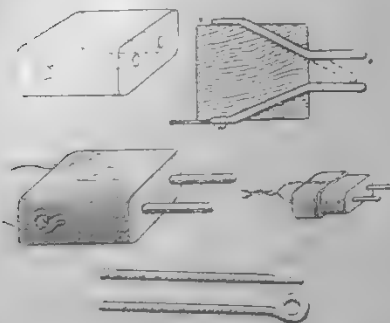

Рис. 3.
3. (Рис. 3). В брусочке просверливают